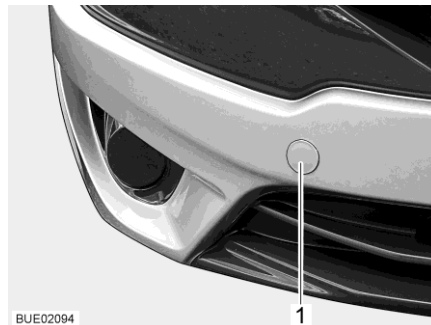

Bild 57 Abdeckung für die Aufnahme der Abschleppöse (Beispiel)
- Abdeckung (Bild 57,1) abnehmen.